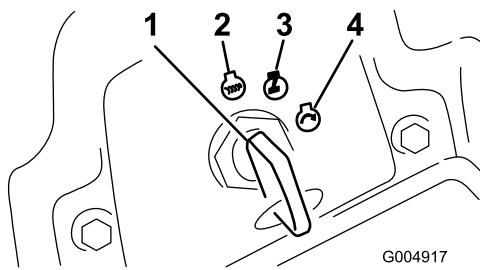

図 16
6. キーを RUN 位置に回す（図 16）。
3. キーを OFF 位置に回す（図 16）。すべての部分が完全に停止してから運転席を立つ。